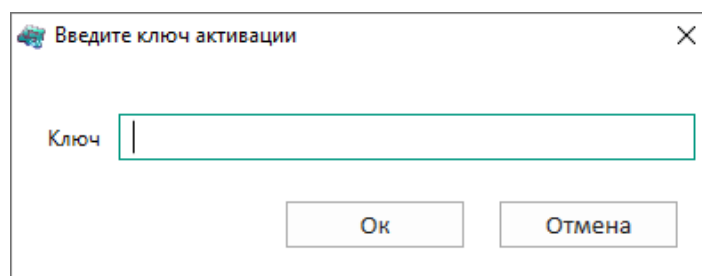

Рисунок 3.23
3.3.3.9 С помощью команды  **Активация сервисных функций** (вкладка **Сервис** панели инструментов) можно открыть дополнительные скрытые возможности (см. 3.3.6.1). Для этого необходимо ввести ключ активации (предоставляется по запросу на предприятие-изготовитель) (см. рисунок 3.23).